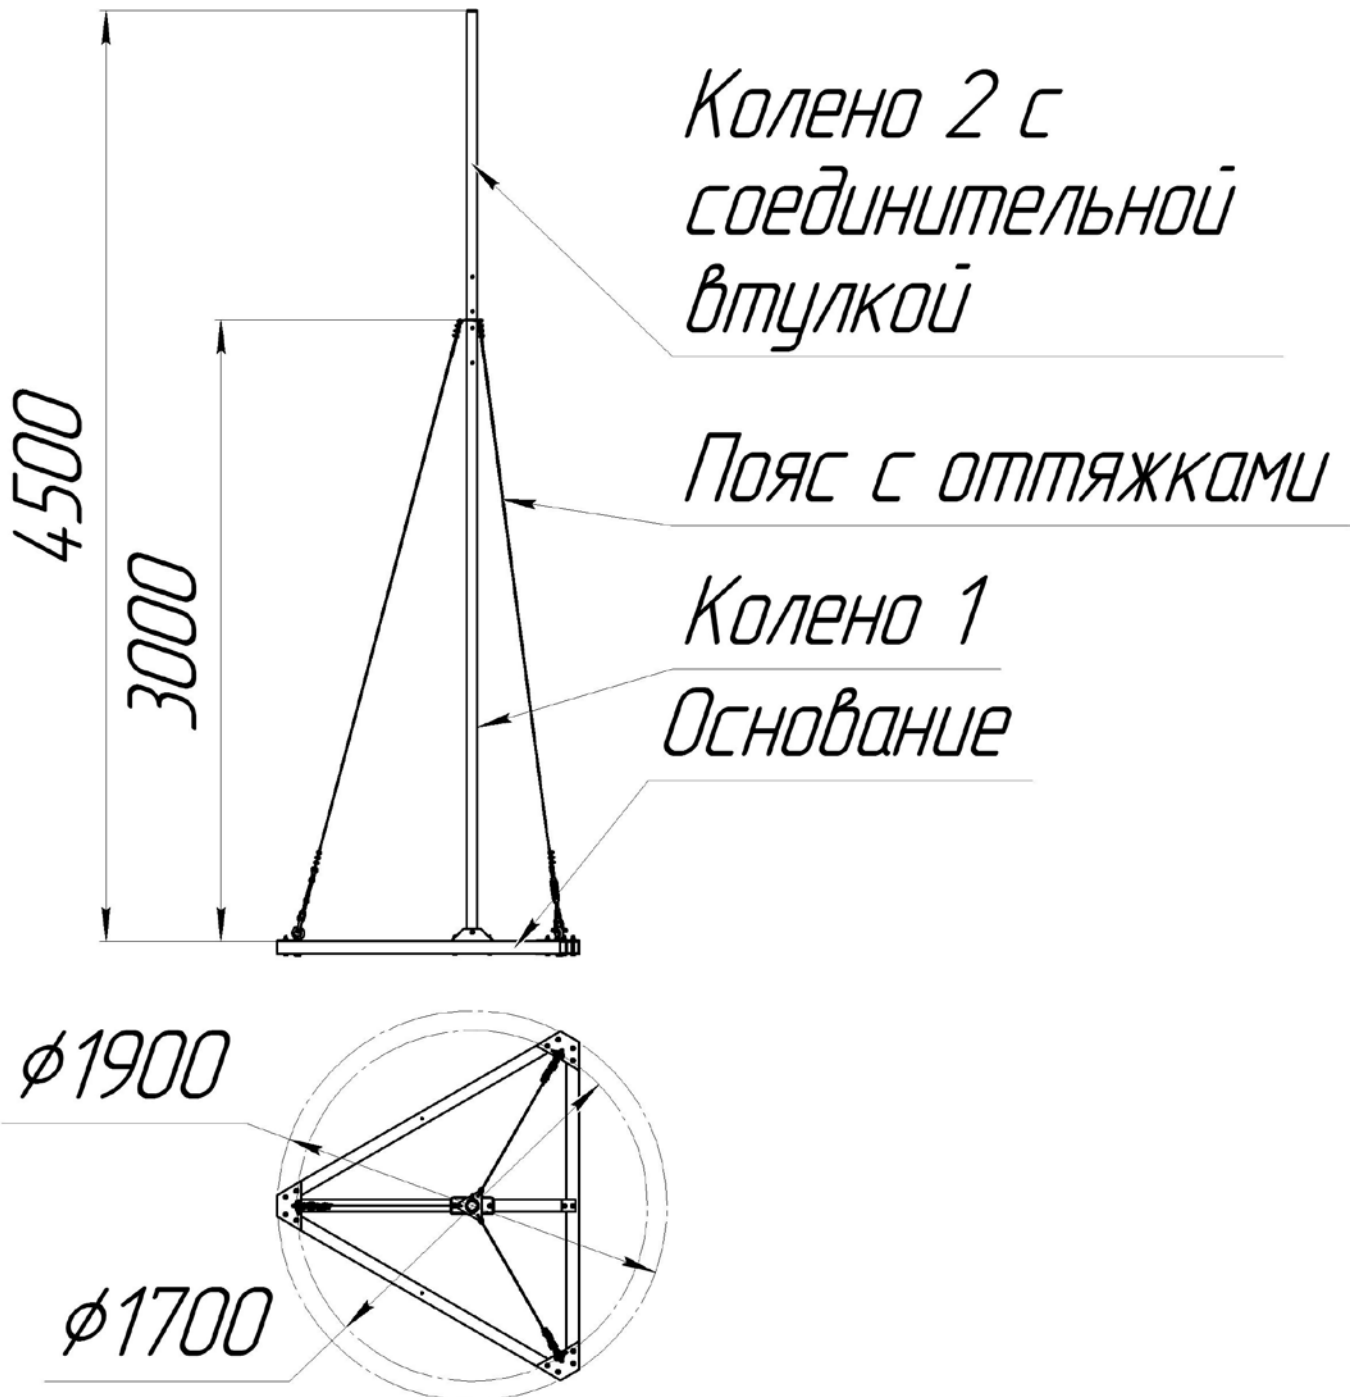
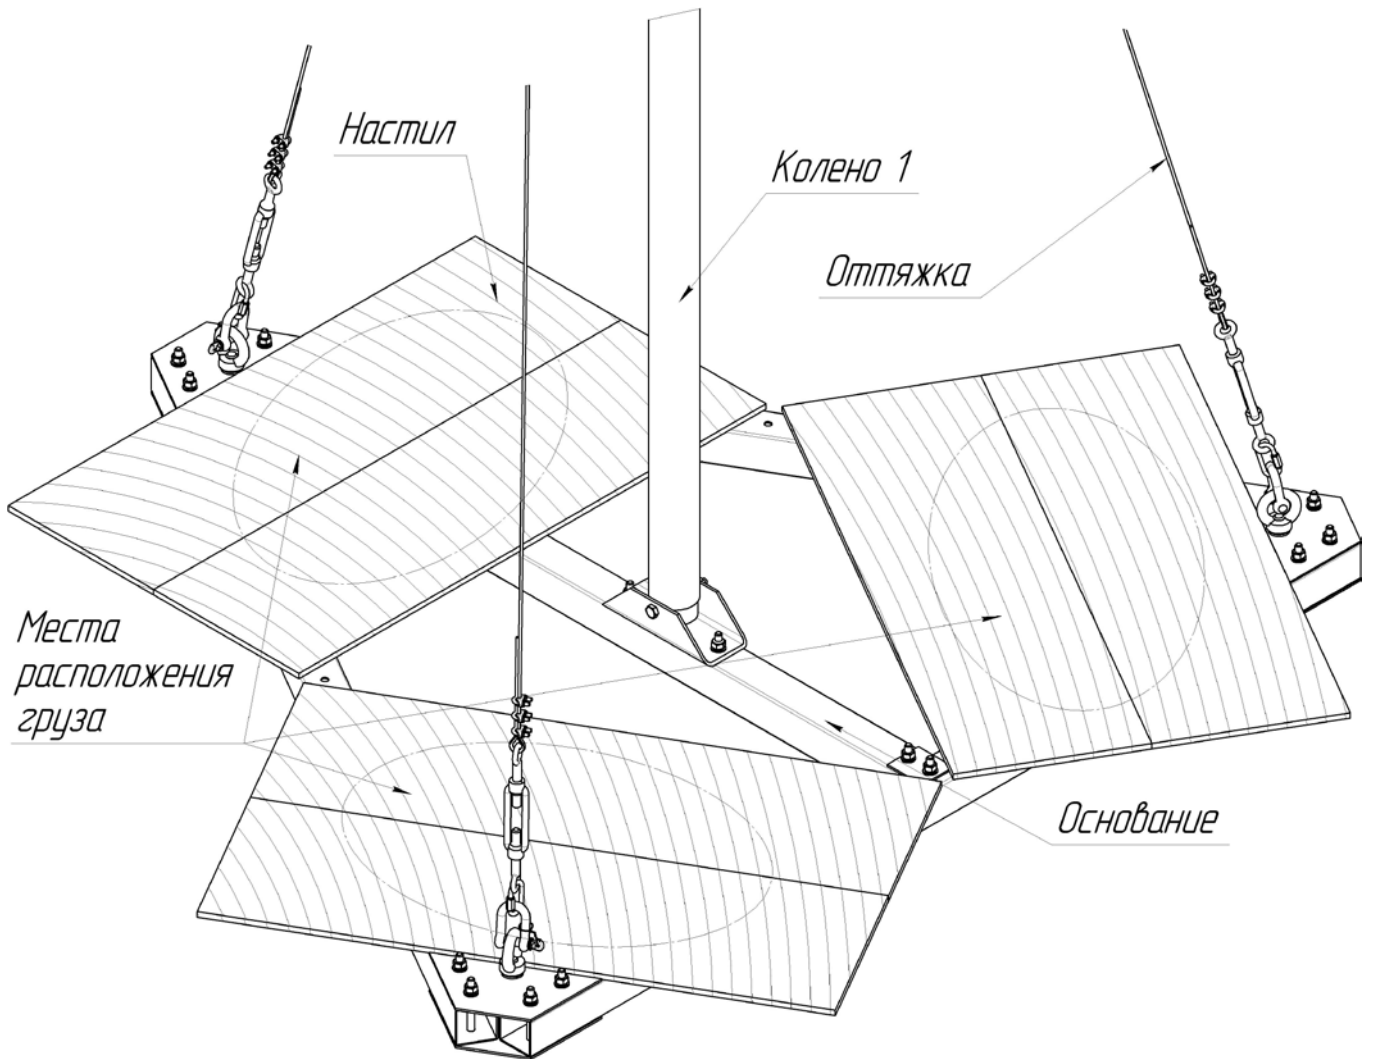

Рисунок 1 – Общая схема комплекта мачты ММ-02
Рисунок 7 – Загрузка основания
6.1.5 На основание уложить настил (рисунок 7).
6.1.16 Зафиксировать мачту натяжением тросов оттяжек с помощью талрепов, мачту установить без заломов, строго вертикально по оси (рисунок 1), (рисунок 7).